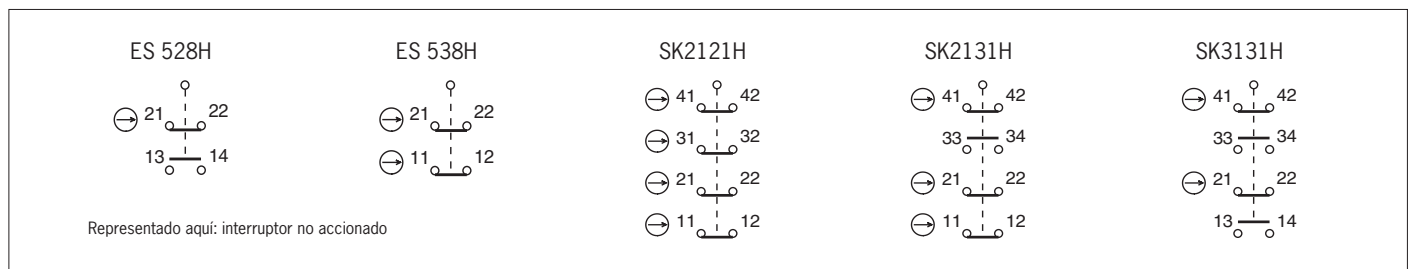

Fig. 6: Asignación de contactos de los elementos interruptores
Debe usarse como mínimo un contacto (☞). Este señala la posición del resguardo (para la asignación de contactos, consulte la Fig. 6).
2. Apriete las conexiones y los bornes con 0,5 Nm (para la asignación de contactos, consulte la Fig. 6).